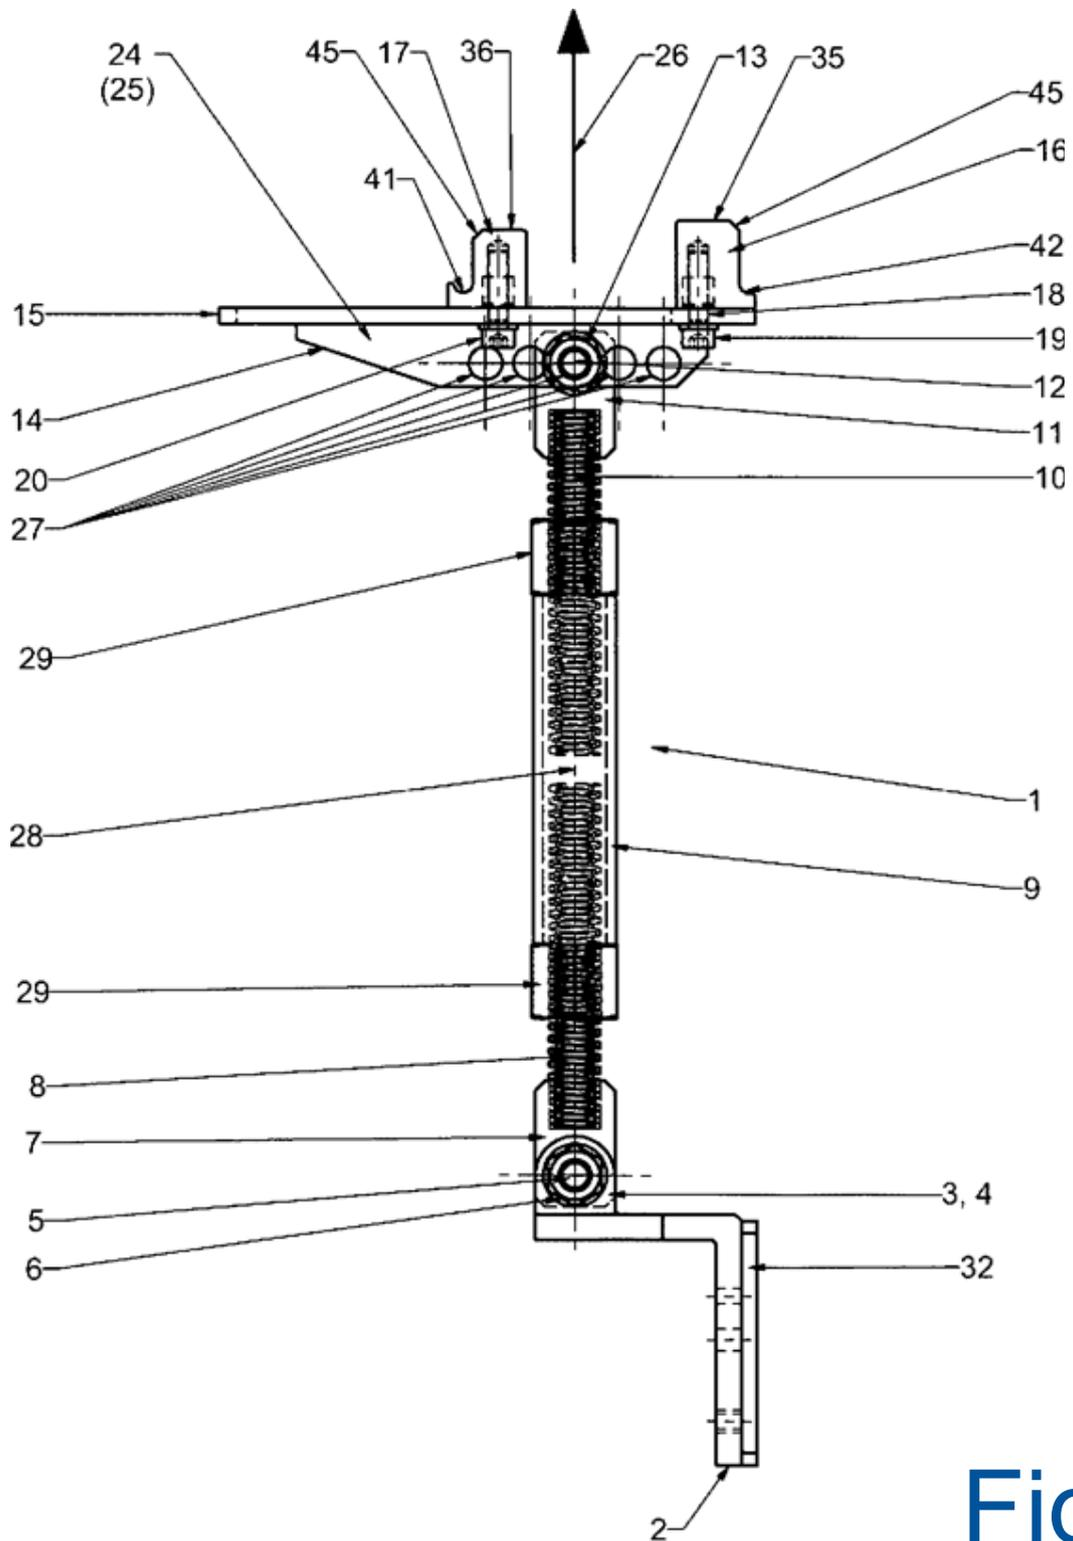
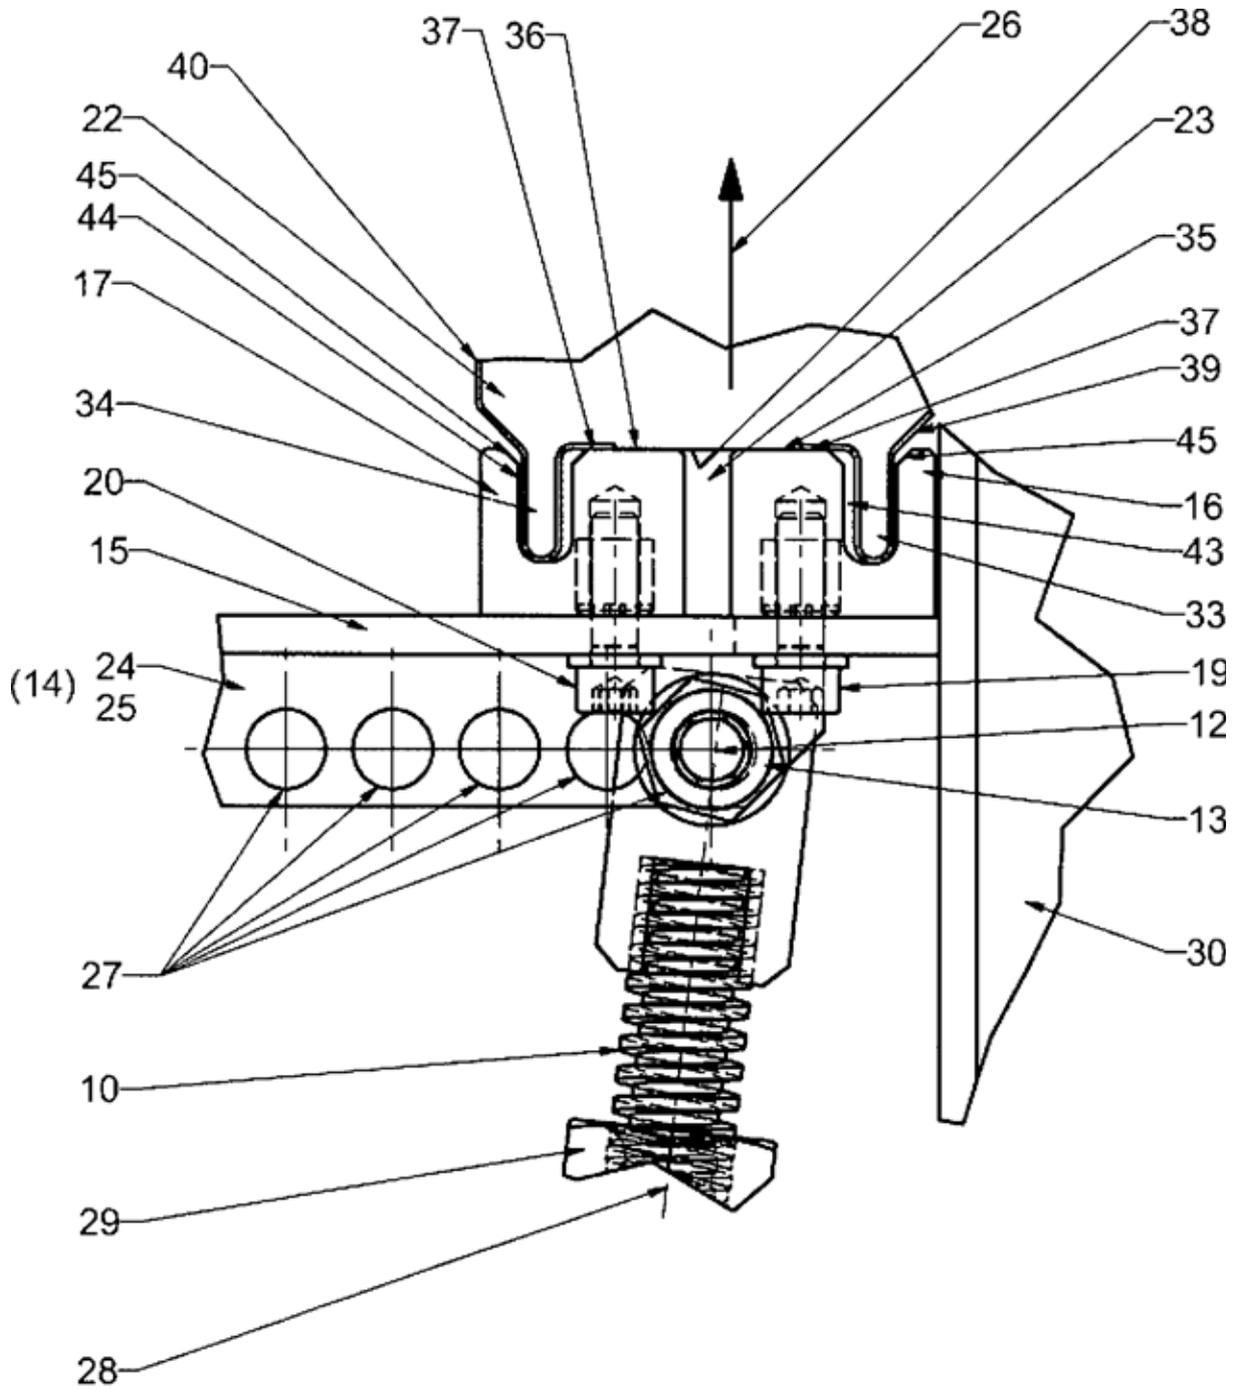

Fig. 1
Fig. 3
- Das erste Wandelement muss an der Unterkonstruktion(UK) komplett eingemessen, ausgerichtet (rechtwinklig) und befestigt sein.
- Je nach Sandwichwandelementtyp kommen zwei unterschiedliche Druck-(Montage)backen zum Verlegen der Wandelemente zum Einsatz, siehe Anordnung der Druckbacken Fig. 1; Fig. 2 und Fig. 3. Diese werden entsprechend einmal ortsunveränderlich und einmal ortsveränderlich in vertikaler Lage an der Druckplatte 15 befestigt. In Abhängigkeit von den Elementdicken, kann die Position der ortsveränderlichen Druckbacke 17 und die Position der Druckplatte mit dem Haltelement 11 entsprechend an das zu montierende Wandelement angepasst werden.